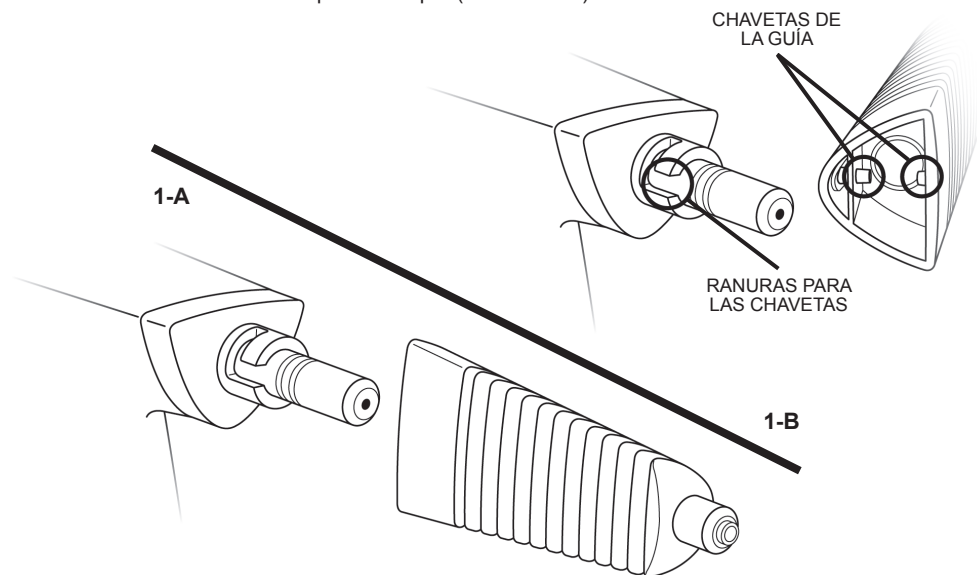

FIGURA 1
1. Alinee la Boquilla de Chorro con la Boquilla de Vapor como se muestra (FIGURA 1-A). La Boquilla de Chorro debe colocarse en un ángulo de 90° hacia la izquierda en relación con su posición final. Las chavetas de la guía de la Boquilla de Chorro deben estar alineadas con las ranuras para las chavetas en la base de la Boquilla de Vapor (FIGURA 1-B).